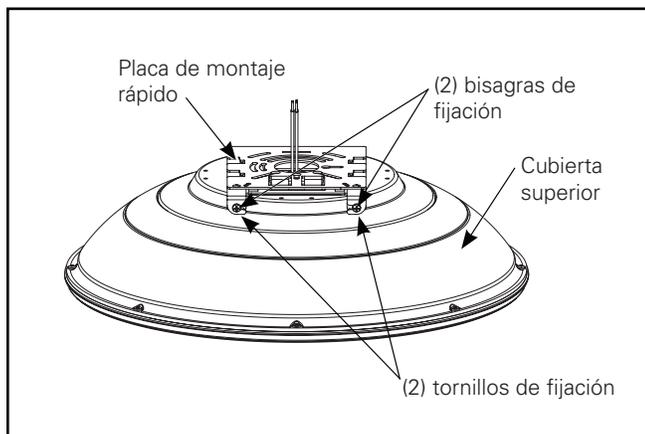

Figura 1.
1. Afloje (sin retirar) los dos tornillos de fijación (Figura 1). Gire las dos bisagras de bloqueo hacia los lados izquierdo/derecho hasta llegar a su tope.